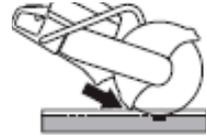

Рис. 29
- Защитный кожух для режущего оборудования должен быть отрегулирован таким образом, чтобы задняя часть находилась на одном уровне с обрабатываемой деталью (рис. 29). Брызги и искры от разрезаемого материала